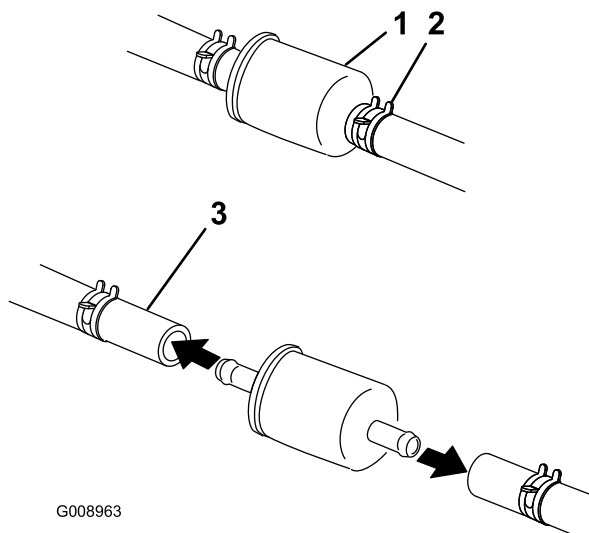

Figura 45
5. Premete le estremità delle fascette stringitubo ed allontanatele dal filtro (Figura 45).
7. Montate un nuovo filtro ed avvicinate le fascette stringitubo al filtro (Figura 45).